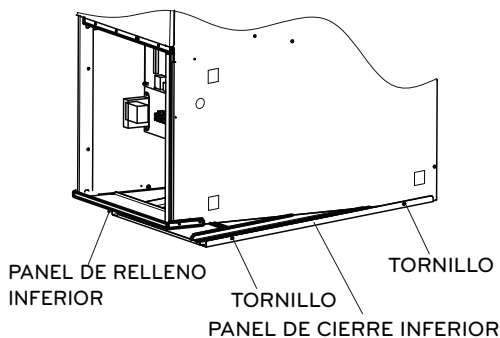

Fig. 6-1 Extracción del panel de cierre inferior
1. Incline o eleve el horno y retire el panel de relleno inferior que sujeta el tornillo. (Véase la Fig. 6-1.)
Estos hornos se envían con un panel de cierre inferior instalado en la abertura inferior de retorno de aire. Retire y deseche este panel cuando se utilice el aire de retorno inferior. Consulte 6.1 y Fig. 6-1 para la extracción del cierre inferior.